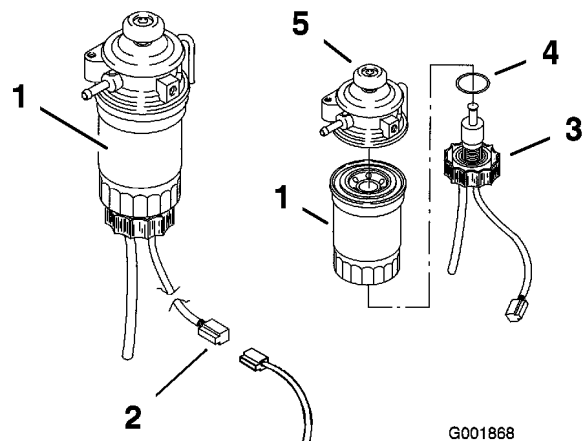

Bild 43
6. Entfernen Sie die Ablassschraube und entsorgen Sie den O-Ring (Bild 43).
8. Setzen Sie manuell einen neuen Filter ein, bis die Dichtung am Gehäuse anliegt; ziehen Sie dann eine weitere 1/3-Umdrehung fest (Bild 43).